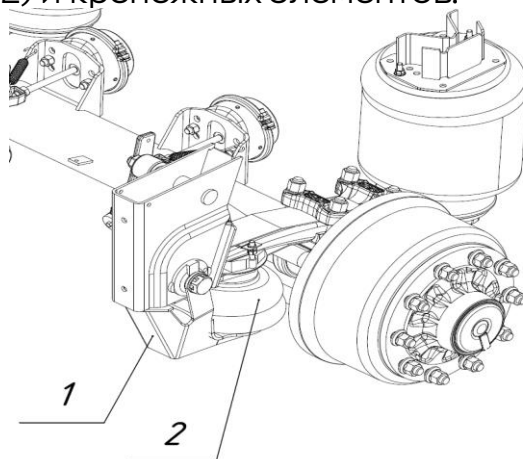

Рис. 2.13 - Механизм подъема оси
Полуприцепы с пневматической подвеской оснащаются функцией подъема первой оси (для типа 928010). Полуприцепы с пневматической подвеской оснащаются функцией подъема либо первой и четвертой оси, либо первой и второй оси (для типа 928111) с помощью двустороннего механизма подъема (рис. 2.13), состоящего из кронштейна (1), пневмоподушки (2) и крепёжных элементов.